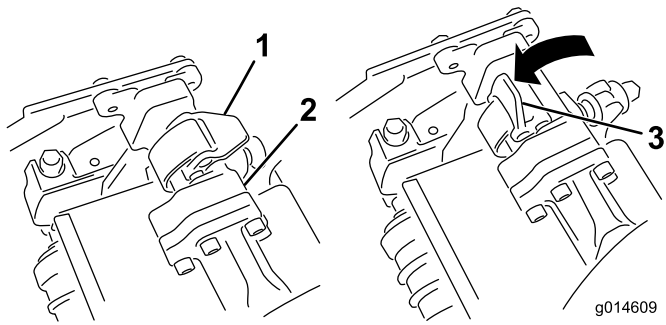

図 32
3. サスペンションアームのバーについているラッチを上向き（開いた状態）にして（図 32）、サスペンションアームを押し下げて、バーを、カッティングユニットのバーの上に被せるようにする（図 33）。
4. ラッチを下げて閉じるとカuttingユニットのバーがロックされてユニットがアームにセットされる (図 32)。
4. 取り外したいCuttingユニットのサスペンションアームのバーについてのラッチを開く（図 32）。